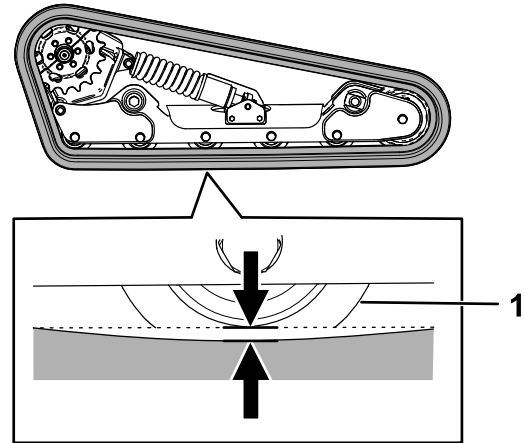

Bild 56
Eine Seite der Maschine anheben/abstützen und mit dem Gewicht der Kette prüfen, ob der Abstand zwischen der Unterseite der Lippe des Straßenrads und der Kette 13 mm beträgt, wie in Bild 56 dargestellt. Stellen Sie sonst die Kettenspannung mit den folgenden Schritten ein.
- Drehen Sie die Spannschraube mit einer 1/2" Antriebsknarre, bis die Auslenkung der Kette 13 mm beträgt, wie in Bild 56 dargestellt.
- Kontrollieren Sie, dass die Auslenkung der Kette 13 mm beträgt, wie in Bild 56 dargestellt. Stellen Sie sie bei Bedarf ein.
20. Drehen Sie die Spannschraube mit einer 1/2" Antriebsknarre gegen den Uhrzeigersinn, bis die Auslenkung der Kette 12,7 mm beträgt, wie in **Bild 56** dargestellt.